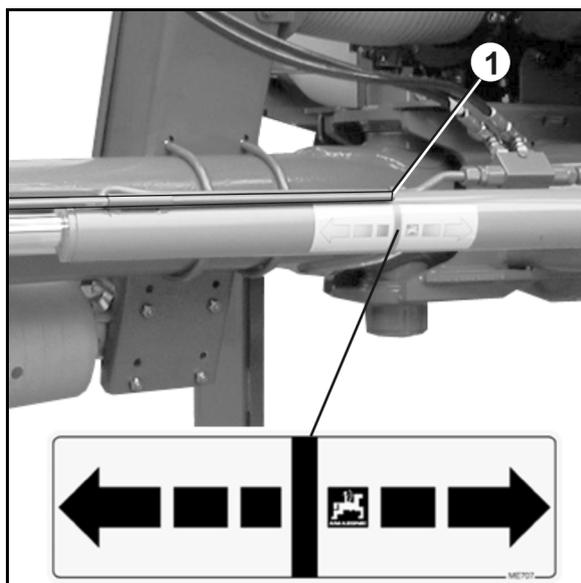

Fig. 39
1. Accionar la unidad de mando del tractor *azul* hasta que la lanza se encuentre en la posición cero (Fig. 39/1).